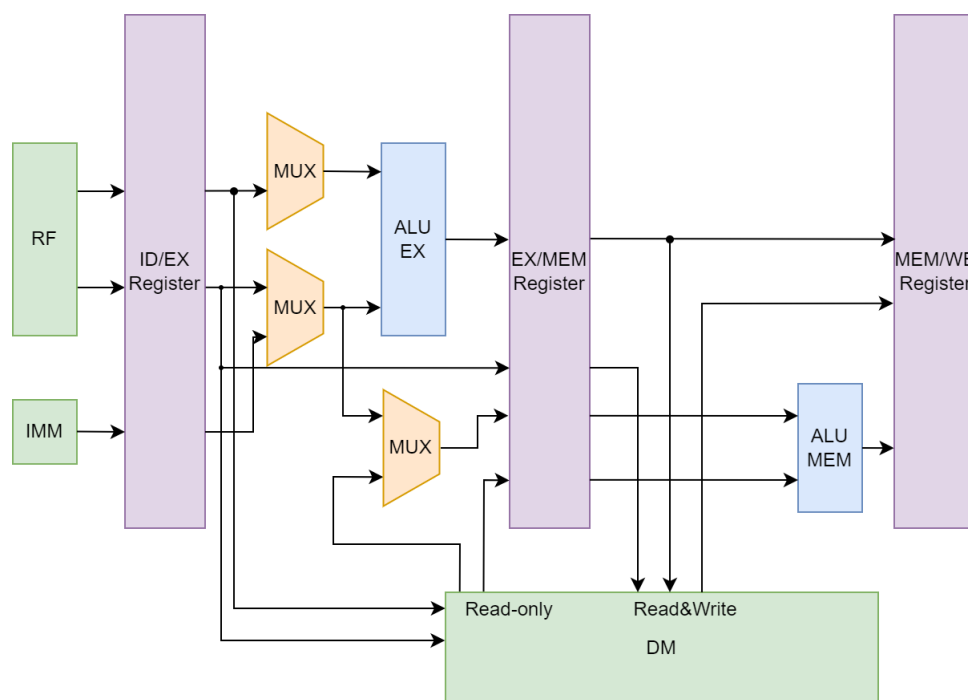

图 4: 题 3-2 数据通路示意图
- (2) 在不增加流水线级数时，一种可行的方法是在 EX 段读取存储器，在 MEM 段进行算数运算。如图 4 所示：